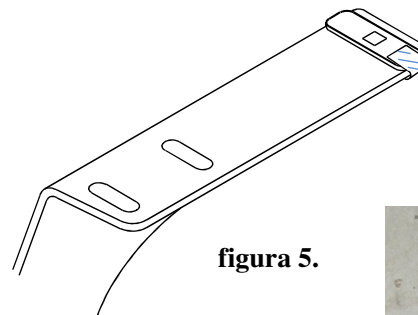

figura 5.
8. Colocar los bloques espaciadores: Con una cinta, asegurar los bloques espaciadores de 1/8" de espesor (pieza 3) en la parte superior de los soportes del enganche en la unión más delantera, (1) por lado, ver figura 5.